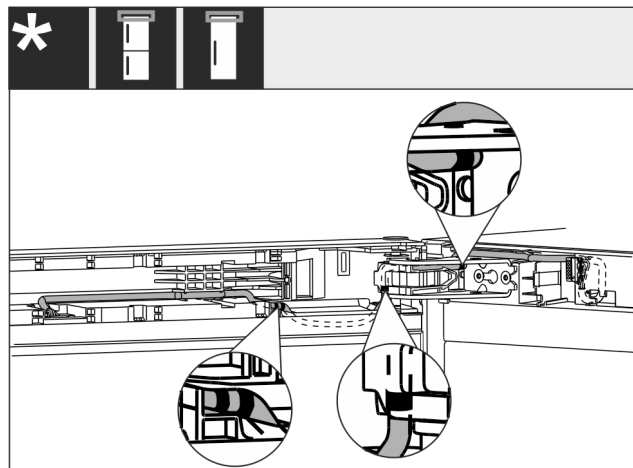

Fig. 39
- Kabel je položen kao što je prikazano na slici Fig. 39 ().